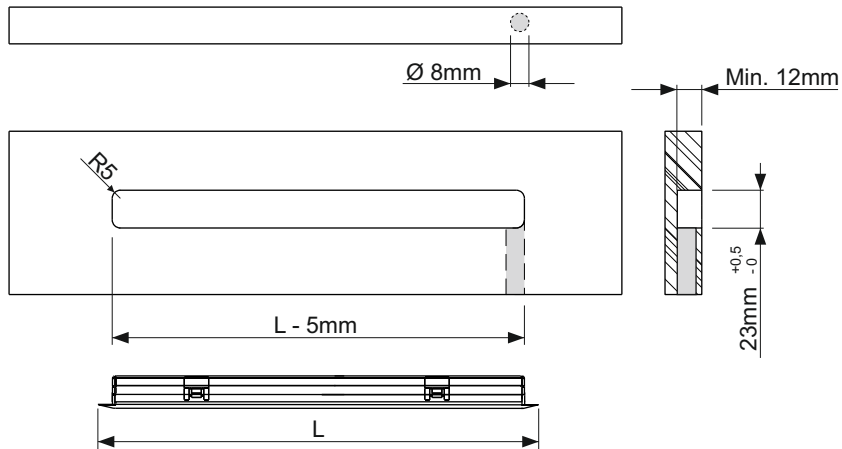
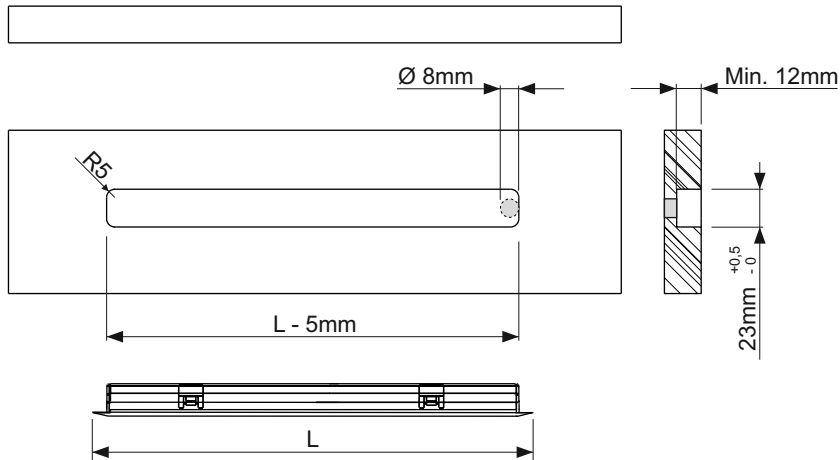

Fig 1
Fig 2
- The **LEDYE** is a lighting profile for installation in built-in recesses. Recess measurements corresponding to the designs in figure 1 and figure 2 are indicative and may vary depending on the application and the assembly plan material.
- The **LEDYE** can be installed using the lighting profile power cable in axial (figure 1) or radial (figure 2) position with respect to the assembly plan. For installation using the power cables in axial position, a hole measuring  $\varnothing \geq 8\text{mm}$  must be drilled, as shown in the example in figure 1. For installation using the power cables in radial position, a hole measuring  $\varnothing \geq 8\text{mm}$  must be drilled, as shown in the example in figure 2. In terms of specific requirements, it is possible to drill the power cable outlet hole in other positions, provided they do not affect the integrity of the cable and/or connector installed on it.
- **LEDYE** ist ein Lichtprofil zum Einbau in einer Fräsun. Die Maße der Fräzung bezüglich der Zeichnungen der Abb. 1 und 2 sind Richtwerte und können je nach Anwendung und dem Material der Montagefläche variieren.
- **LEDYE** kann mit dem Stromkabel für das Lichtprofil in axialer (Abb. 1) oder radialer (Abb. 2) Position zur Montagefläche installiert werden. Für Installationen mit Stromkabel in axialer Position eine Bohrung mit  $\varnothing \geq 8\text{mm}$  ausführen (Abb. 1). Für Installationen mit Stromkabel in radialer Position eine Bohrung auf der Montagefläche mit  $\varnothing \geq 8\text{mm}$  ausführen (Abb. 2). Je nach den spezifischen Anforderungen kann eine Bohrung für den Austritt des Stromkabels in anderen Positionen ausgeführt werden, sofern diese nicht die Funktionstüchtigkeit des Kabels und/oder des installierten Steckverbinders beeinträchtigen.